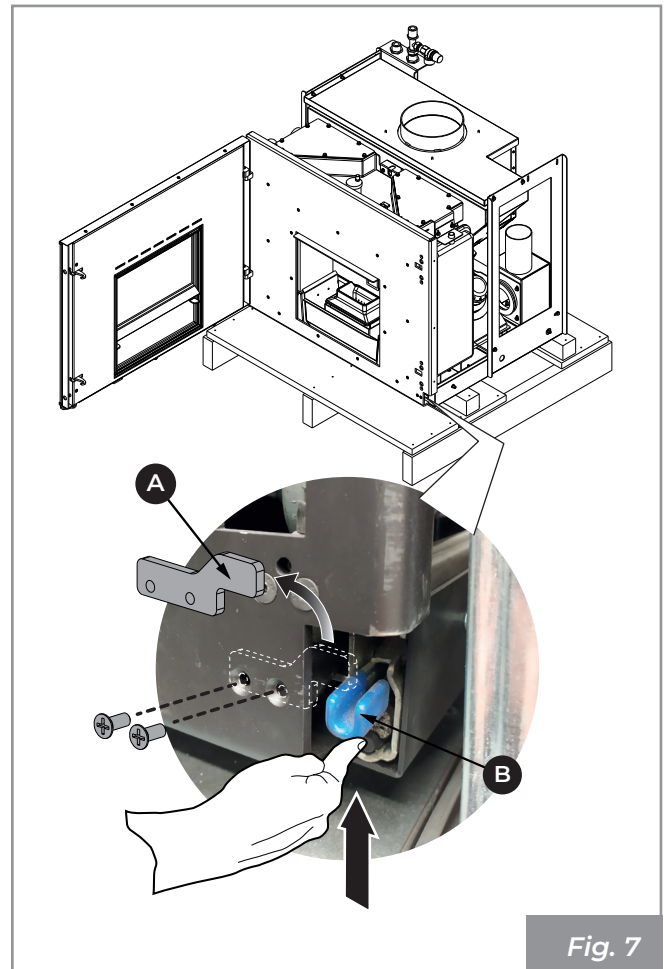

Fig. 7
- desmonte el estribo de seguridad (A - **Fig. 7**) desenroscando los dos tornillos de fijación;
- levante la palanca para desbloquear el deslizamiento (B - **Fig. 7**);